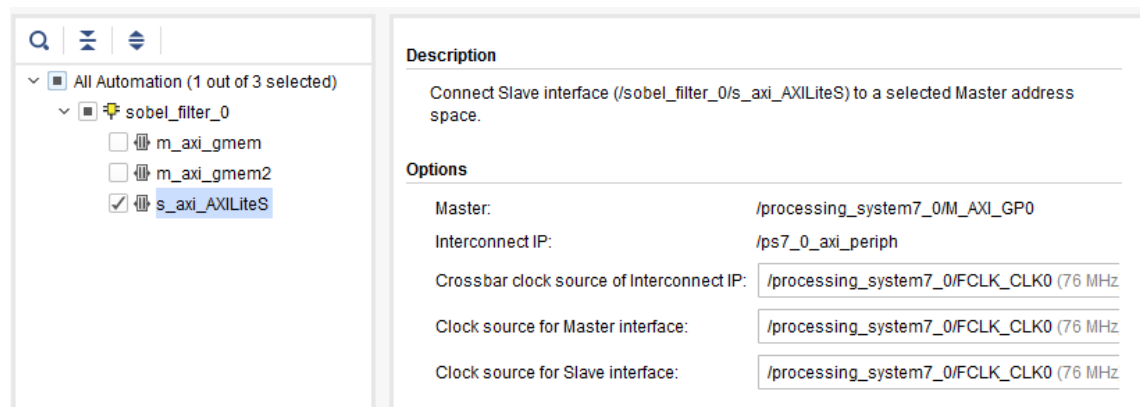

FIGURE 17 – Connexion AXI-Lite automatisée
3. Dans l'automatisation des connexions, ne sélectionnez que **s_axi_AXILiteS** pour le connecter à **FCLK_CLK0**, comme à la figure 17.